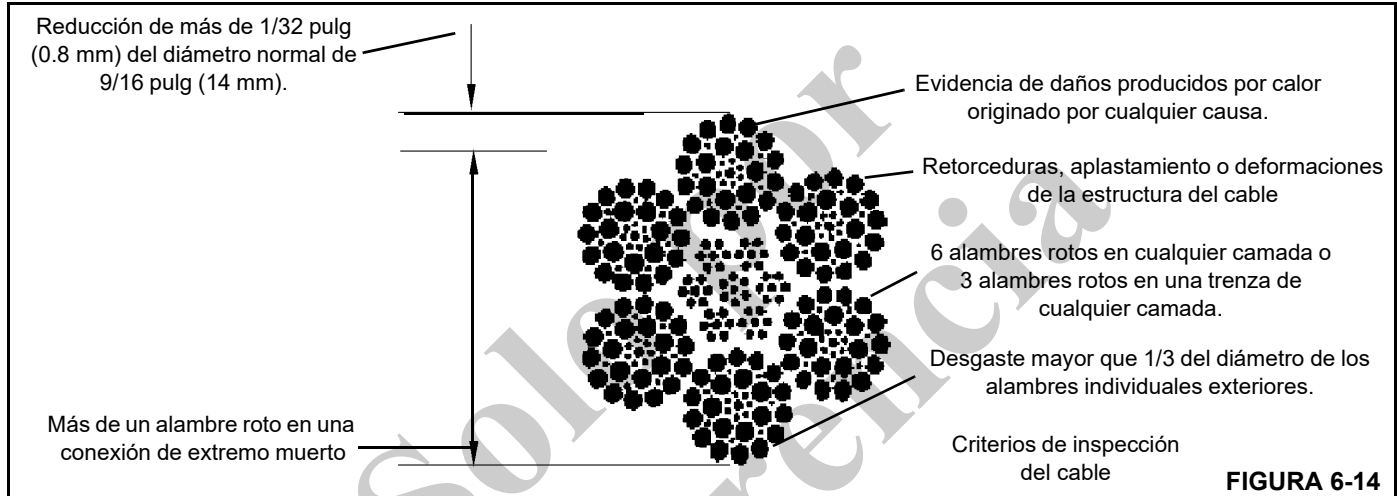

FIGURA 6-14
- Cable** - Inspeccione si existe daño, corrosión o desgaste en el cable. Lleve un registro de cada inspección. Cambie el cable si se presenta alguna de las condiciones que se indican en la Figura 6-14.